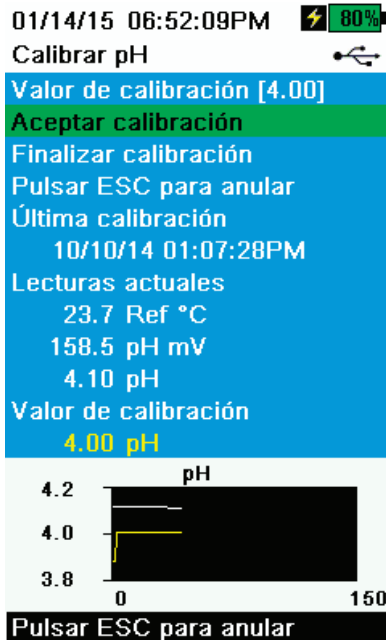

Figura 51 Calibrar pH de 2 o 3 puntos
7. Observe las lecturas reales de estabilidad (la línea blanca en el gráfico no muestra cambios significativos durante 40 segundos), luego seleccione **Aceptar calibración** (Figura 51). Se mostrará "Listo para cal. punto 3" en el área de mensajes.